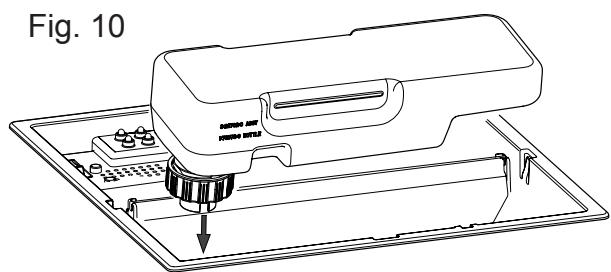

Fig. 7
4. Retire la boquilla desencajándola (1) y levantándola hacia arriba y hacia afuera (2). **Consulte la Fig. 7.**